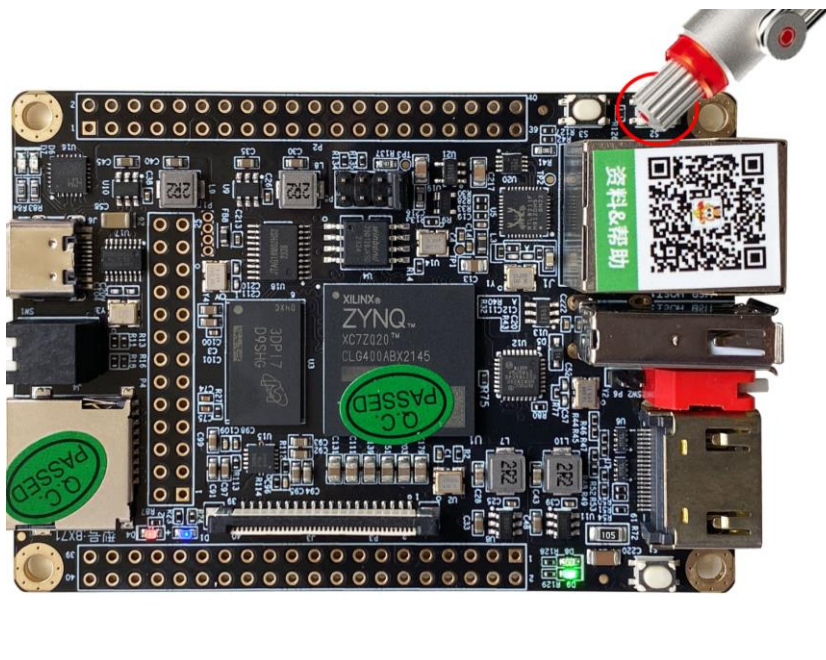
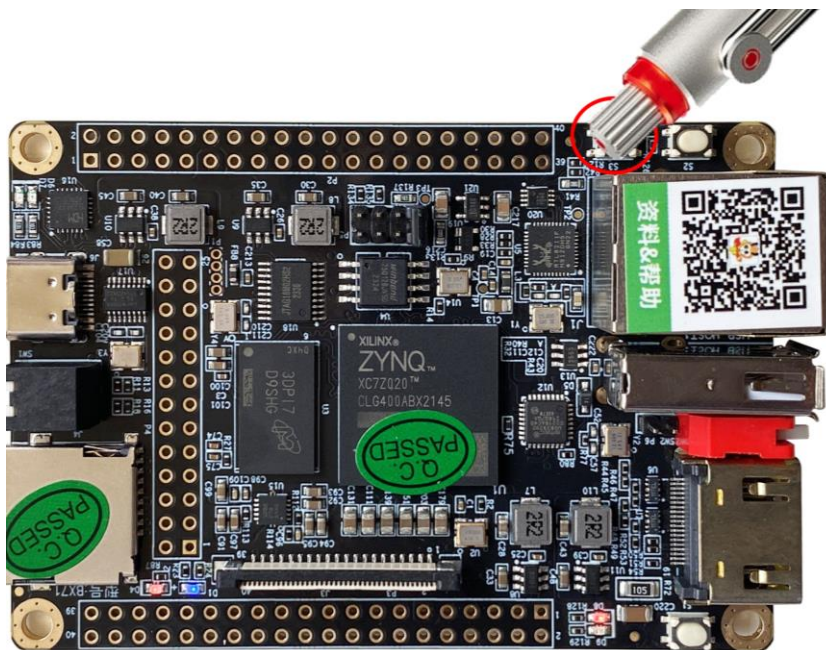

图 1-37 PS 侧按键按下
图 1-38 PL 侧按键按下
(5) 将 zynq 开发板断电并重新上电，此时可以看到用来表示程序下载完成的 LED 灯在短暂延时后常亮，表明此时程序固化成功。按下按键，对应 LED 灯点亮，松开按键，对应 LED 灯熄灭，如图 1-37 和图 1-38 所示。